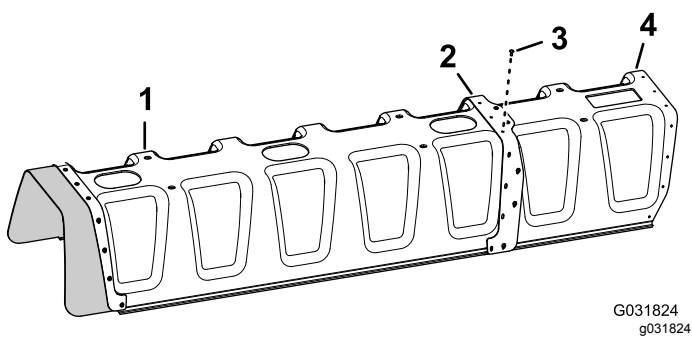

Figura 147
4. Prenda a extensão da cobertura na cobertura da secção de 11 bicos (Figura 147) com 11 rebites cegos (Peça Toro N.º 114439).